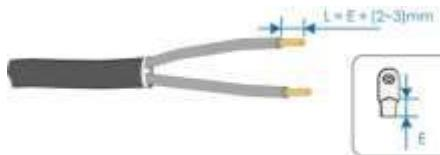

Fig. 4-50 Retire una cierta longitud de capa protectora
4. Retire una cierta longitud de capa protectora y capa aislante de acuerdo con los requisitos del dibujo (Fig. 4-50).